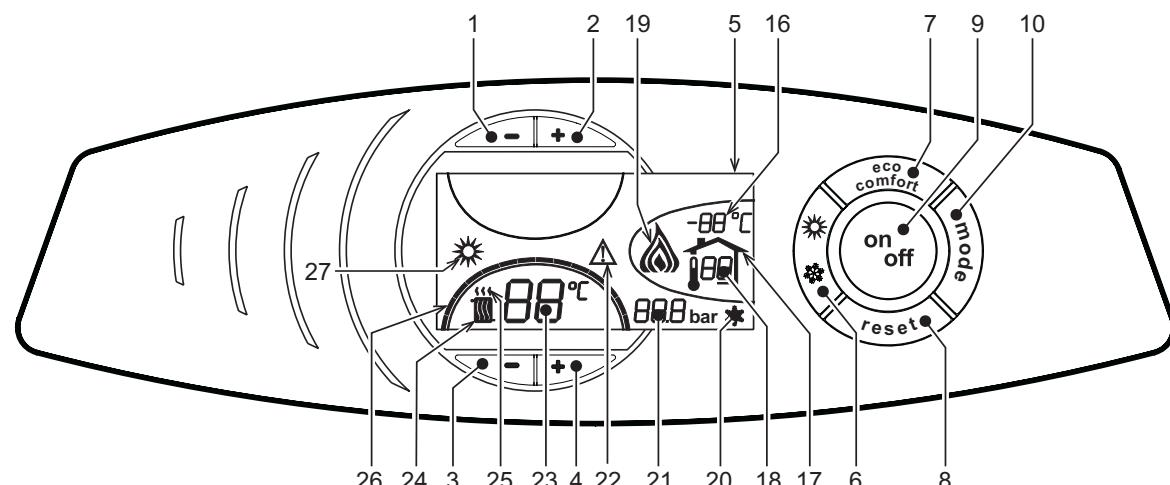
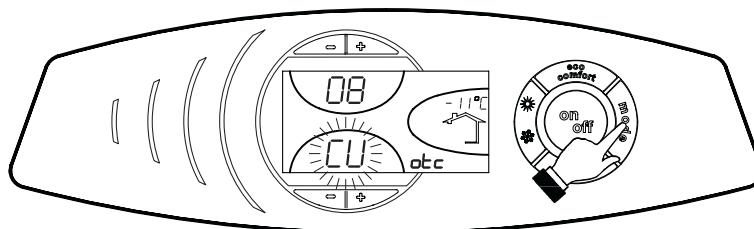

fig. 1 - Controlepaneel
fig. 10 - Kromming stooklijn
Het verzoek om verwarming (door de Omgevingsthermostaat of de Timerafstandsbediening) wordt aangegeven met knipperen van de warme lucht boven de radiator (detail 24 e 25 - fig. 1).
De streepjes die de verwarmingsgraad aangeven (detail 26 - fig. 1) gaan branden naarmate de temperatuur van de verwarmingssensor de ingestelde waarde dichter benaderd.
Druk 1 seconde op de toets (detail 9 - fig. 1).
Druk weer 1 seconde op de toets (detail 9 fig. 1) om de ketel weer aan te zetten.
- Druk op de toets ON/OFF (9 - fig. 1)
Druk 1 seconde op de toets  (detail 6 - fig. 1).
Op het display wordt het symbool Zomer (detail 27 - fig. 1) actief: de verwarmingsketel levert uitsluitend warm water. Het antivriessysteem blijft actief.
Druk weer 1 seconde op de toets  (detail 6 - fig. 1) om de modus Zomer te deactiveren.
Bedien de **verwarmingstoetsen** (detail 3 en 4 - fig. 1) om de temperatuur te variëren van minimaal 30 °C tot maximaal 90 °C; wij raden u in elk geval aan de verwarmingsketel niet onder de 45° te laten werken.
Bedien de **toetsen voor sanitair water** (detail 1 en 2 - fig. 1) om de temperatuur te variëren van minimaal 10°C tot maximaal 65°C.
Wanneer de externe temperatuursonde (optioneel) wordt geïnstalleerd, wordt op het display van het bedieningspaneel (detail 5 - fig. 1) de werkelijke, door de sonde gemeten buitentemperatuur weergegeven. Het regelsysteem van de verwarmingsketel werkt met "Weersafhankelijke Temperatuur". In deze mode wordt de temperatuur van de verwarmingssinstallatie gereguleerd overeenkomstig de externe weersomstandigheden, zodat gedurende het hele jaar verhoogd comfort en energiebesparing wordt gegarandeerd. Namelijk bij toename van de buitentemperatuur wordt de uitgangstemperatuur van de installatie volgens een vastgestelde "compensatiecurve" verlaagd.
Bij regeling met Weersafhankelijke temperatuur wordt de temperatuur die ingesteld is met de **verwarmingstoetsen** (detail 3 en 4 - fig. 1) de maximum uitgangstemperatuur van de installatie. Aanbevolen wordt om de maximumwaarde in te stellen, zodat het systeem bij het regelen gebruik kan maken van het gehele functioneringsbereik.
Door eenmaal op de **toets mode** (detail 10 - fig. 1) te drukken wordt de actuele compensatiecurve (fig. 10) weergegeven, die gewijzigd kan worden met de **toetsen voor sanitair water** (detail 1 en 2 - fig. 1).
Door te drukken op de **verwarmingstoetsen** (detail 3 en 4 - fig. 1) wordt er toegang verkregen tot parallelle verplaatsing van de curven (fig. 13), die gewijzigd kan worden met de **toetsen sanitair water** (detail 1 en 2 - fig. 1).
Door nogmaals te drukken op de **toets mode** (detail 10 - fig. 1) wordt de modus voor parallel verplaatsen van de curven afgesloten.
Is de verwarmingsketel aangesloten op een Timerafstandsbediening (optioneel), dan worden de boven genoemde afstellingen uitgevoerd volgens hetgeen vermeld staat in tabella 1. Bovendien wordt op het display van het bedieningspaneel (detail 5 - fig. 1) de momentane, door de Timerafstandsbediening gemeten omgevingstemperatuur weergegeven.
Keuze Eco/Comfort	Bij uitschakeling van de functie Sanitair in het menu van de Timerafstandsbediening gaat de verwarmingsketel over naar de modus Economy. In dit geval is toets 7 - fig. 1 op het bedieningspaneel van de verwarmingsketel uitgeschakeld. Bij inschakeling van de functie Sanitair in het menu Timerafstandsbediening gaat de verwarmingsketel over naar de modus Comfort. In dit geval kan met de toets 7 - fig. 1 op het bedieningspaneel van de verwarmingsketel een van beide functies gekozen worden.